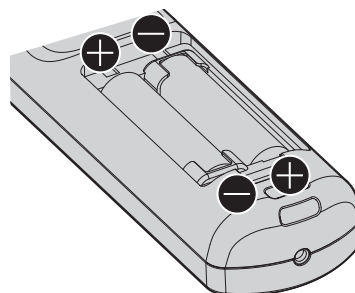

図 2
- 2) 電池を入れ、ふたを閉じる（**－** 側から先に入れます）（図 2）